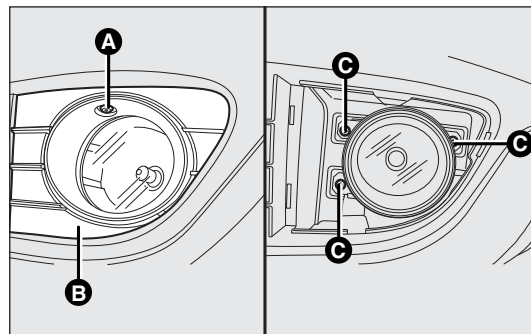

fig. 167
- ☐ dévisser la vis A-fig. 167 et extraire la masque de protection B ;